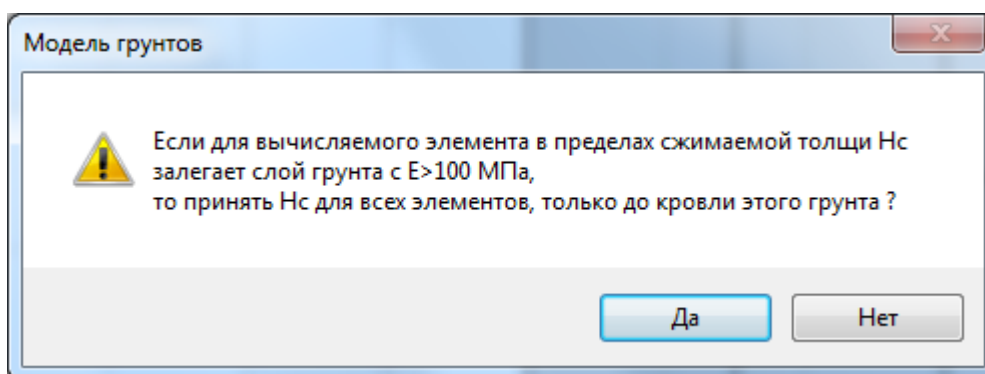

Рисунок 5.12
- по нормам [5.5, п. 5.5.41], [5.6, п. 5.6.41] H_c допускается принимать до кровли грунта с $E \geq 100$ МПа. Расчет продолжится после выбора: «Да» – H_c принимается до кровли этого грунта, «Нет» – H_c принимается из условия формулы (5.6) (рисунок 5.12):